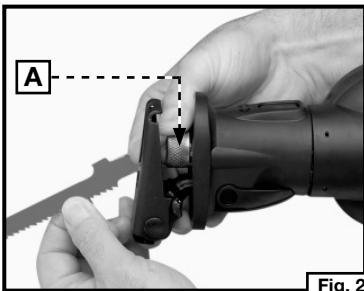

Fig. 2
3. Pour ouvrir le serre-lame : faites tourner et tenez le collier de dégagement de lame (A) Fig. 2, en sens anti-horaire (comme vu depuis le devant de la scie).